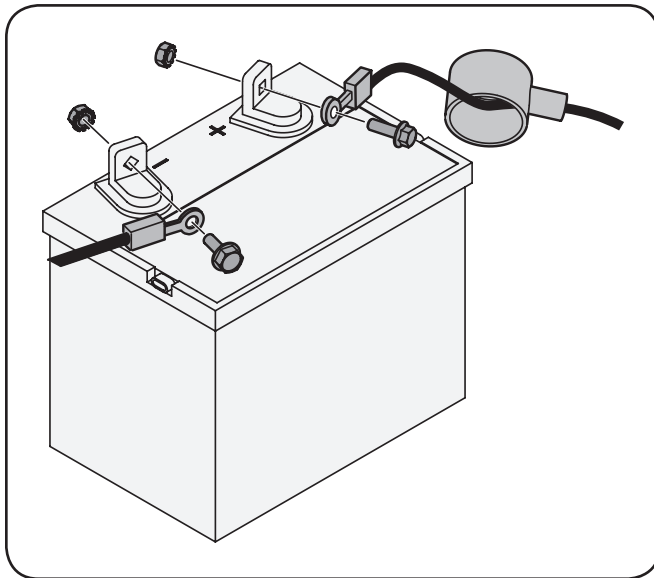

Figura 3-9
1. Retire la cubierta plástica, si es que está presente, del borne positivo de la batería y una el cable rojo al borne positivo de la batería (+) utilizando el perno y la tuerca hexagonal. Consulte Figura 3-9.
2. Retire la cubierta plástica, si es que está presente, del borne negativo de la batería y una el cable negro al borne negativo de la batería (-) utilizando el perno y la tuerca hexagonal. Consulte Figura 3-9.